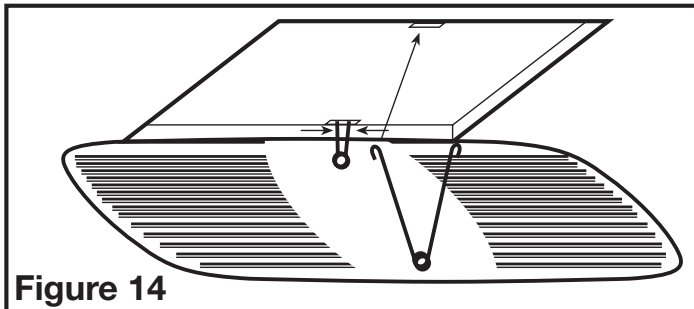

Figure 14
4. Installer la grille en pressant ensemble les deux extrémités des ressorts et en les installant dans les fentes du châssis du ventilateur. Pousser la grille en position (**Figure 14**).